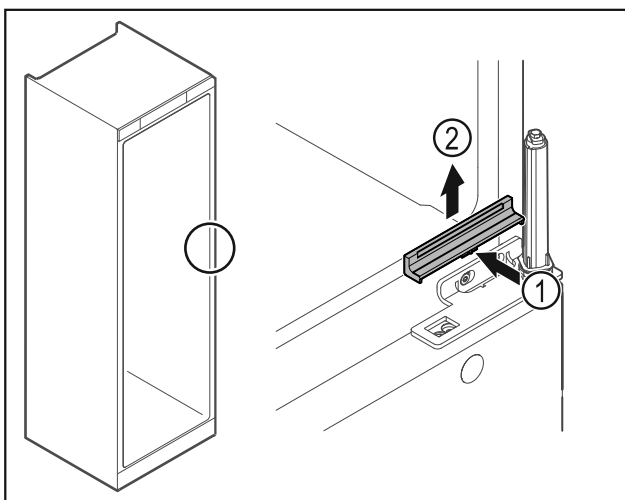

Fig. 25
- Premere leggermente la copertura Fig. 25 (1) al centro e rimuoverla sollevandola verso l'alto Fig. 25 (2).